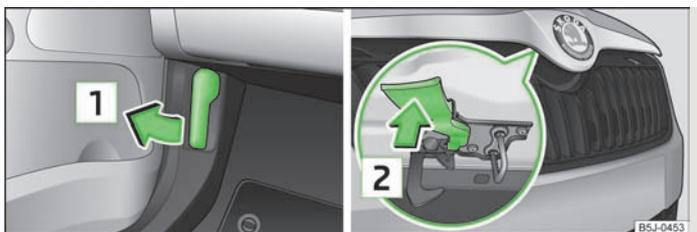

Fig. 113 Leva di sbloccaggio per cofano motore/griglia del radiatore: Leva di sbloccaggio
- In corrispondenza della leva di sbloccaggio sotto la plancia **1** tirare » fig. 113.
- Premere la leva di sbloccaggio in direzione della freccia **2** » fig. 113, il cofano motore si sbloccherà.